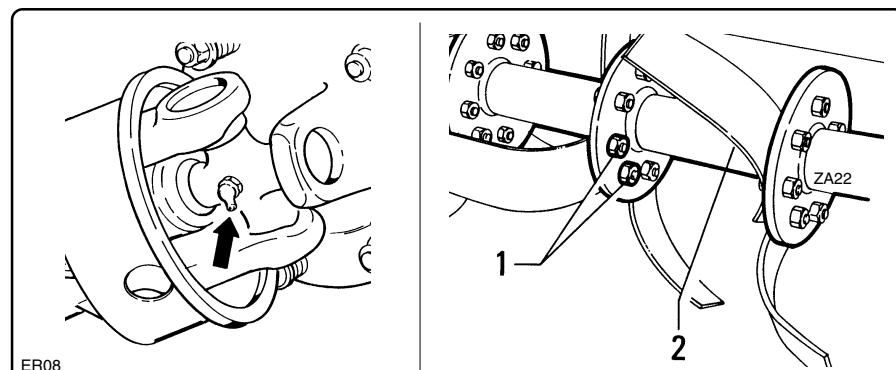

fig. 7.4.2
- Verificare l'integrità dell'albero cardanico ed ingassare le crociere (fig. 7.4.2).